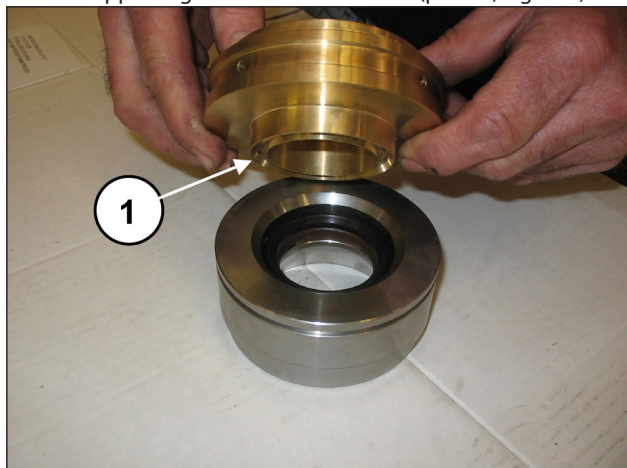

Fig. 128
Unire il supporto guarnizioni alla camicia (pos. ①, Fig. 128).